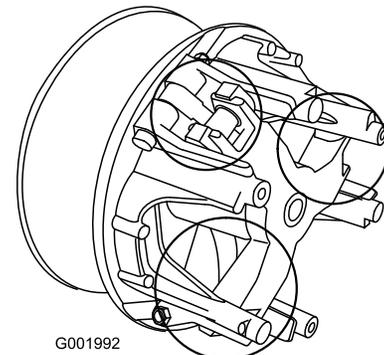

図 60
5. 図 60 でで○で囲んで表示している部分の可動部に Toro ドライ潤滑剤（Toro 代理店で購入可能）をスプレーする。